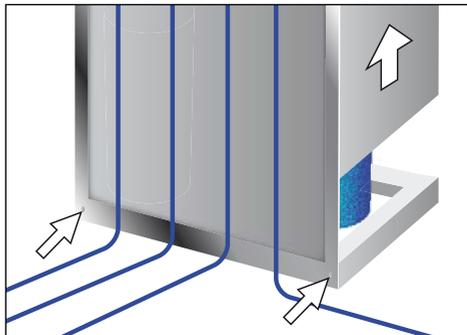

Abb. 6
5. Befestigungsschrauben der seitlichen und hinteren Abdeckung (U-Profil) lösen und Profil abnehmen (Abb. 6). Die Filterkartuschen sind nun an der Rückseite zugänglich.